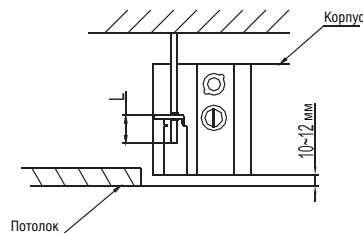

Рис. 5-6
- Отрегулируйте положение блока, чтобы зазоры между сторонами блока и потолком были одинаковыми. Нижняя часть блока должна располагаться на 10 – 12 мм глубже поверхности потолка. (См. рис. 5-6)